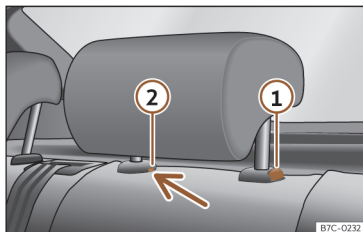

Fig. 100 Encosto de cabeça traseiro: desmontagem.
- Pressione o botão»» Fig. 100 ①, pressionando ao mesmo tempo através do orifício da trava de segurança ② com uma chave de fendas plana com um máximo de 5 mm de largura e retire o encosto de cabeça.